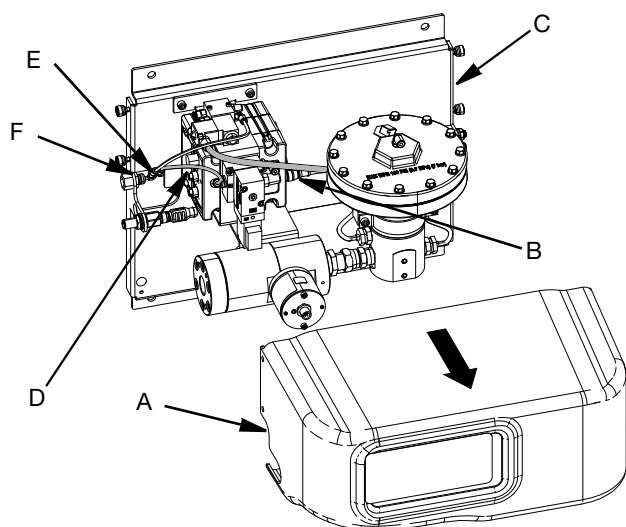

FIG. 8
- Retirez le couvercle du PCF (A).
- Débranchez le câble de l'électrovanne d'air de la vanne de distribution du port 1(B) du FCM. Fixez l'extrémité libre du câble à la plaque de montage de fluide PCF (C).
- Débranchez la conduite d'air du régulateur (D) du raccord en Y d'air entrant (E).
- Débranchez le raccord en Y d'air entrant (D) du raccord coudé d'air entrant (F). Fixez le raccord en Y d'air entrant à la plaque de montage de fluide PCF (C). Voir FIG. 8 à la page 11.